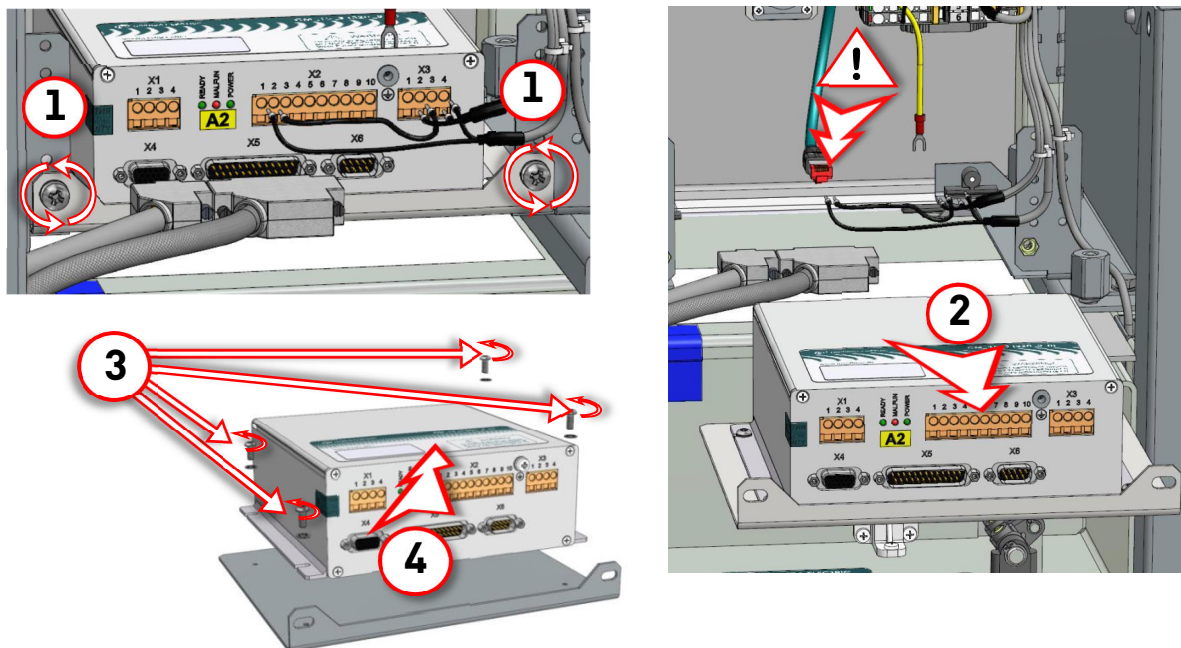

Рис.7.7. Демонтаж модуля управления
Для замены модуля управления необходимо открыть панель релейного отсека, как описано в п. 7.2.1. (операции 1-4), отключить автомат оперативного питания и выполнить следующие действия (рис. Рис.7.7, на примере модуля управления CM_15_3):
4. Выкрутить крестообразные винты, которые крепят горизонтальную перегородку с закрепленным на ней модулем управления к кронштейнам шкафа, рис. Рис.7.7, операция 1.
5. Выдвинуть перегородку с модулем управления и вынуть их из шкафа, рисунок Рис.7.7 промежуточный жгут с разъемом порта Ethernet (подробнее, см.п. 3.3.3 и рис. Рис.3.12), перегородку с модулем управления выдвинуть не до конца, а на расстояние достаточное, что бы получить доступ к задней панели модуля управления, после чего требуется отсоединить разъем Ethernet от МУ, и только после этого завершить действие по извлечению МУ и перегородки из шкафа.
6. Выкрутить шестигранным ключом четыре винта крепления модуля управления к перегородке, рисунок Рис.7.7, операция 3.
7. Снять модуль управления, рисунок Рис.7.7, операция 4.